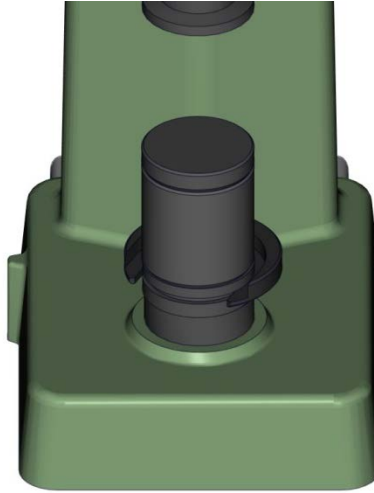

Figura 10: Blocco di taratura da 10 mm sovrapposto al blocco di taratura da 50 mm e piedistallo e collare sul supporto del piedistallo
4. Posizionare il blocco di taratura da 50 mm sul piedistallo come illustrato in Figura 10.
8. Mettere uno dei blocchi di taratura da 10 mm sul blocco di taratura da 50 mm come illustrato in Figura 10.
9. Posizionare il blocco di taratura da 50 mm sul piedistallo come illustrato in Figura 10.
13. Posizionare un blocco di taratura da 10 mm sul blocco di taratura da 50 mm come illustrato in Figura 10.